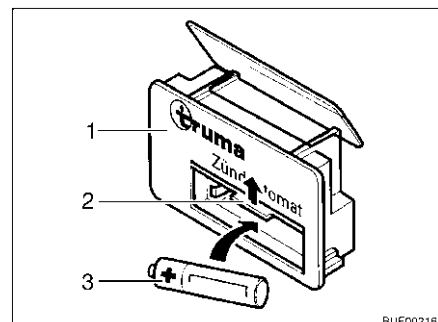

Fig. 138 Allumage automatique
- Pousser le couvercle (Fig. 138,2) du compartiment à piles de l'allumage automatique (Fig. 138,1) vers le haut.
- Placer une nouvelle batterie (Fig. 138,3) de même type, en plaçant correctement les pôles (+/-), dans le compartiment à piles de l'allumage automatique. N'utiliser que des piles AAA résistantes à la chaleur (+70 °C) et étanches.